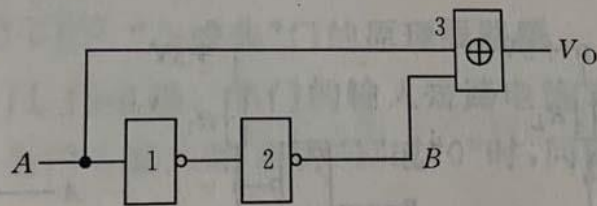

图 3-56
3.14 图 3-56 中门 1、2、3 均为 TTL 门电路,平均延迟时间为 20ns,画出 V_O 的波形(A 的波形自设)。